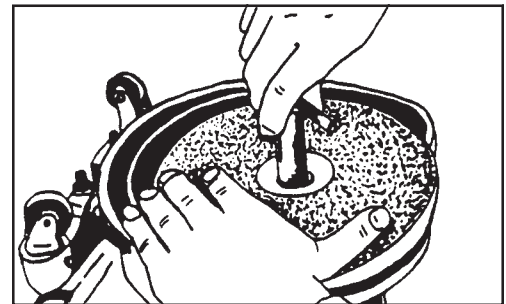

Рисунок 4
2. Поместите абразивный материал на середину полировальника и установите фиксатор и винт. Затяните винт. Смотрите рис. 4.